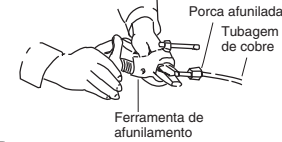

Fig. 7-3
- (3) Retire a porca afunilada da unidade e certifique-se de montá-la no tubo de cobre.
- (4) Faça um funil na extremidade do tubo de cobre com um alargador de tubos. (Fig. 7-3)